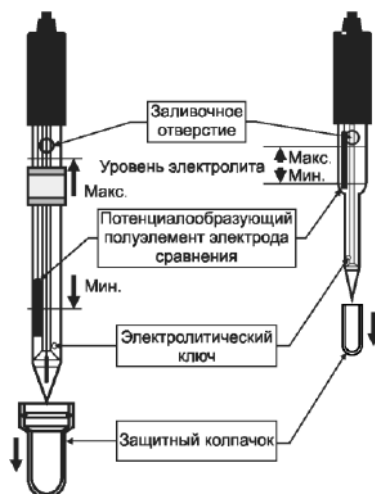

Рис.2
**5.3** Уровень электролита в электроде должен поддерживаться в пределах, показанных на рис. 2. При необходимости электролит следует доливать в электрод через заливочное отверстие.